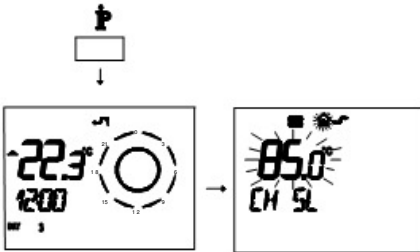

Figura 5.45
- Pulse durante más de 3 segundos el botón **P** para entrar en la modalidad **INFO** (Figura 5.45).